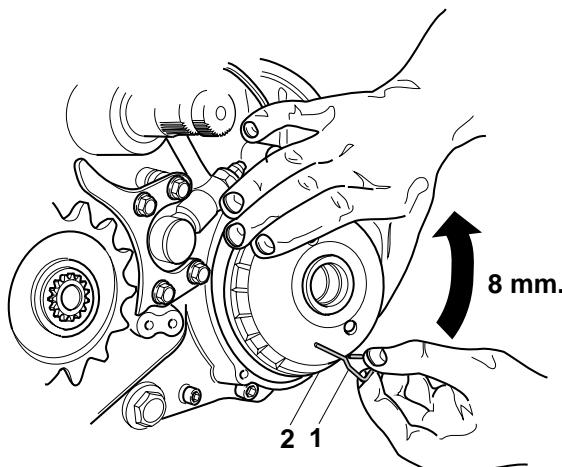

Fig.45
3. Inserire l'apposita spina in dotazione "1" come illustrato in Fig.45.
3. Inserting the suitable pin "1" as illustrated in Fig. 45.
5. Unthreading the rotor "2" from its own position (Fig.45).
3. Den mitgelieferten Stift "1" einsetzen: siehe Abb.45.
5. Rotor "2" von seinem Sitz herausnehmen (Abb. 45) .
3. Insérer la cheville en dotation "1" : voir fig.45.
5. Enlever le rotor "2" de son siège (Fig.45).